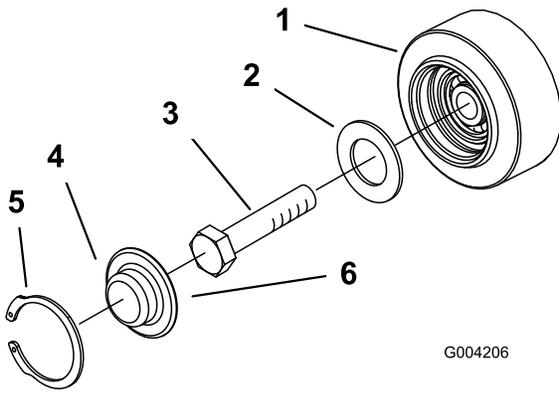

Рисунок 51
- Снимите с опорного катка стопорное кольцо и колпачок (Рисунок 51).
4. Проверьте наличие смазки под колпачком и вокруг прокладки (Рисунок 51). Если она грязная, содержит песок, или истощилась, удалите всю смазку, замените прокладку и заложите свежую смазку.